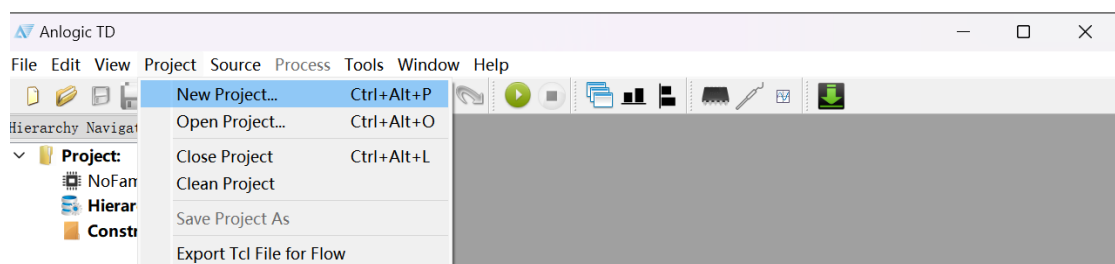

图 3 进行新建工程
③ 打开 Anlogic TD 软件，点击左上角功能栏中的 Project→New Project 选项进行新建工程，如图 3 所示。